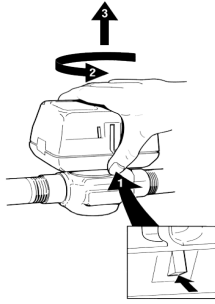

Fig. 4: Entfernung des Stellglieds
2. Das Stellglied kann ohne Werkzeuge abgenommen werden. Der Kopf des Stellglieds ist automatisch am Ventil eingeklinkt. Zur Entfernung (Abb. 4) muss der Befestigungsmechanismus (1) mit dem Daumen nach oben gedrückt werden. Der entsprechende Hebel befindet sich direkt unterhalb des Hebels zur Handöffnung. Gleichzeitig muss das Stellglied mit moderater Kraft nach unten auf den Ventilkörper gedrückt und im entgegengesetzten Uhrzeigersinn um 1/8 gedreht werden (45 Grad). Dann kann das Stellglied vom Ventilkörper abgehoben werden.